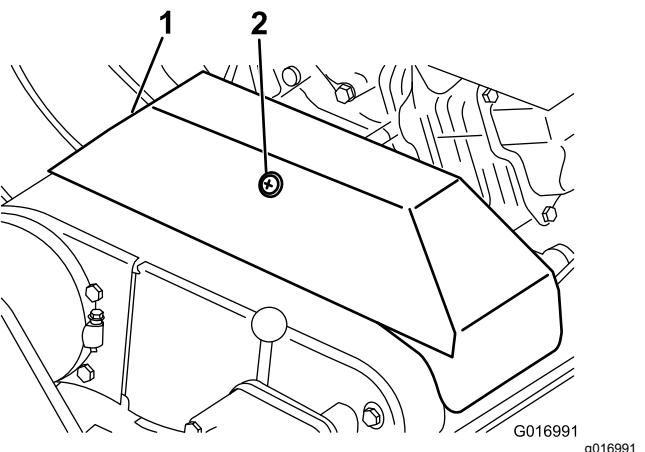

Bild 41
2. Lösen Sie den Halter, mit dem die Treibriemenabdeckung befestigt ist. Drehen Sie die Abdeckung, um sie zu öffnen (Bild 41).